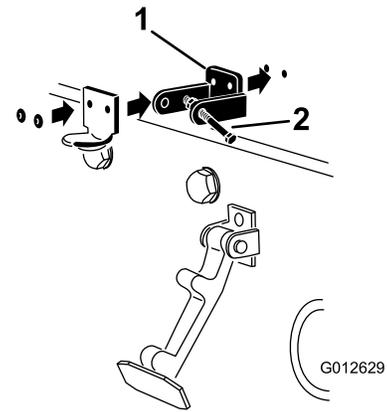

Figure 4
3. Alignez les trous de montage et positionnez le support de verrouillage CE et le support du verrou de capot sur le capot. Le support de verrouillage doit être appuyé contre le capot (Figure 4). Ne retirez pas le boulon et l'écrou du bras du support de loquet.
5. Rivez les supports et les rondelles sur le capot (Figure 4).